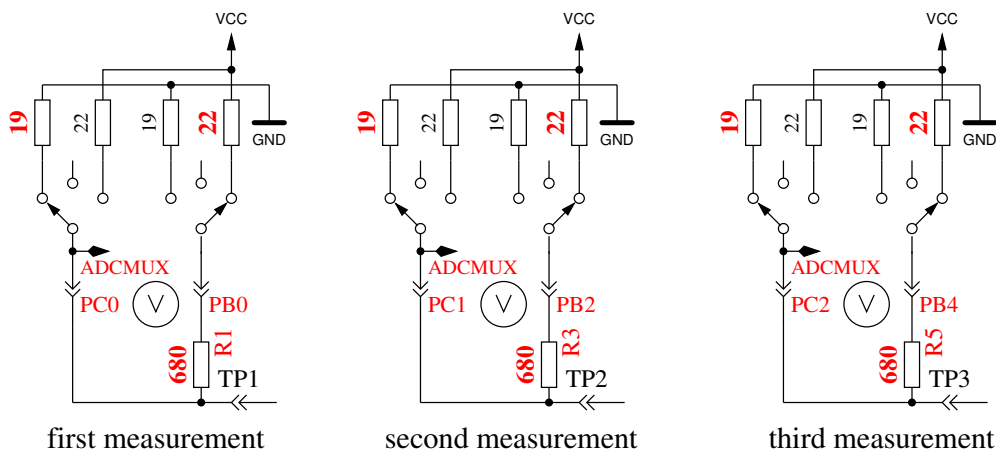

Рис. 5.62. Измерение внутреннего сопротивления порта С подключением выходных контактов к GND
8. **Измерение внутреннего сопротивления порта подключением выходных контактов к GND.** Этот и следующие тесты будут проведены, если выбрана опция AUTO_CAL. Внутреннее сопротивление порта C с выходами, подключенными к GND, измеряется по току через подключенные к VCC (+5 V) резисторы $680\ \Omega$, смотри рисунок 5.62. Могут быть измерены только три вывода порта АЦП. Внутреннее сопротивление портов В (PB0, PB2 и PB4) не может быть измерено без изменения аппаратных средств. Будем считать, что внутреннее сопротивление порта для различных портов практически одинаково. Величина сопротивления будет определена в следующем тесте.